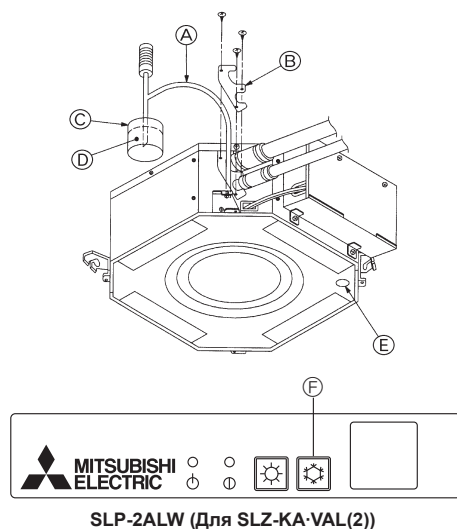

Fig. 9-5
9.4.1. Для беспроводного пульта дистанционного управления (Fig. 9-5)